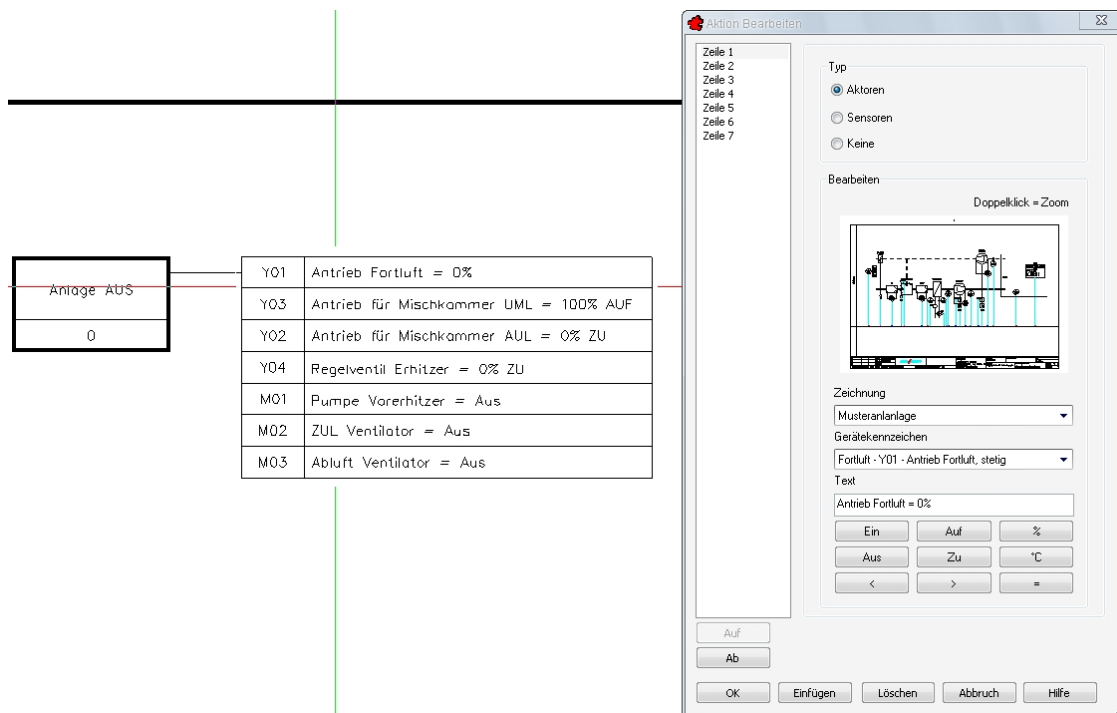

Bild 1.10 – Der Zustand *Anlage AUS* verfügt über insgesamt sieben Aktionen.
- Tragen Sie nun die restlichen sechs Zeilen analog der Abbildung 1.10 ein.